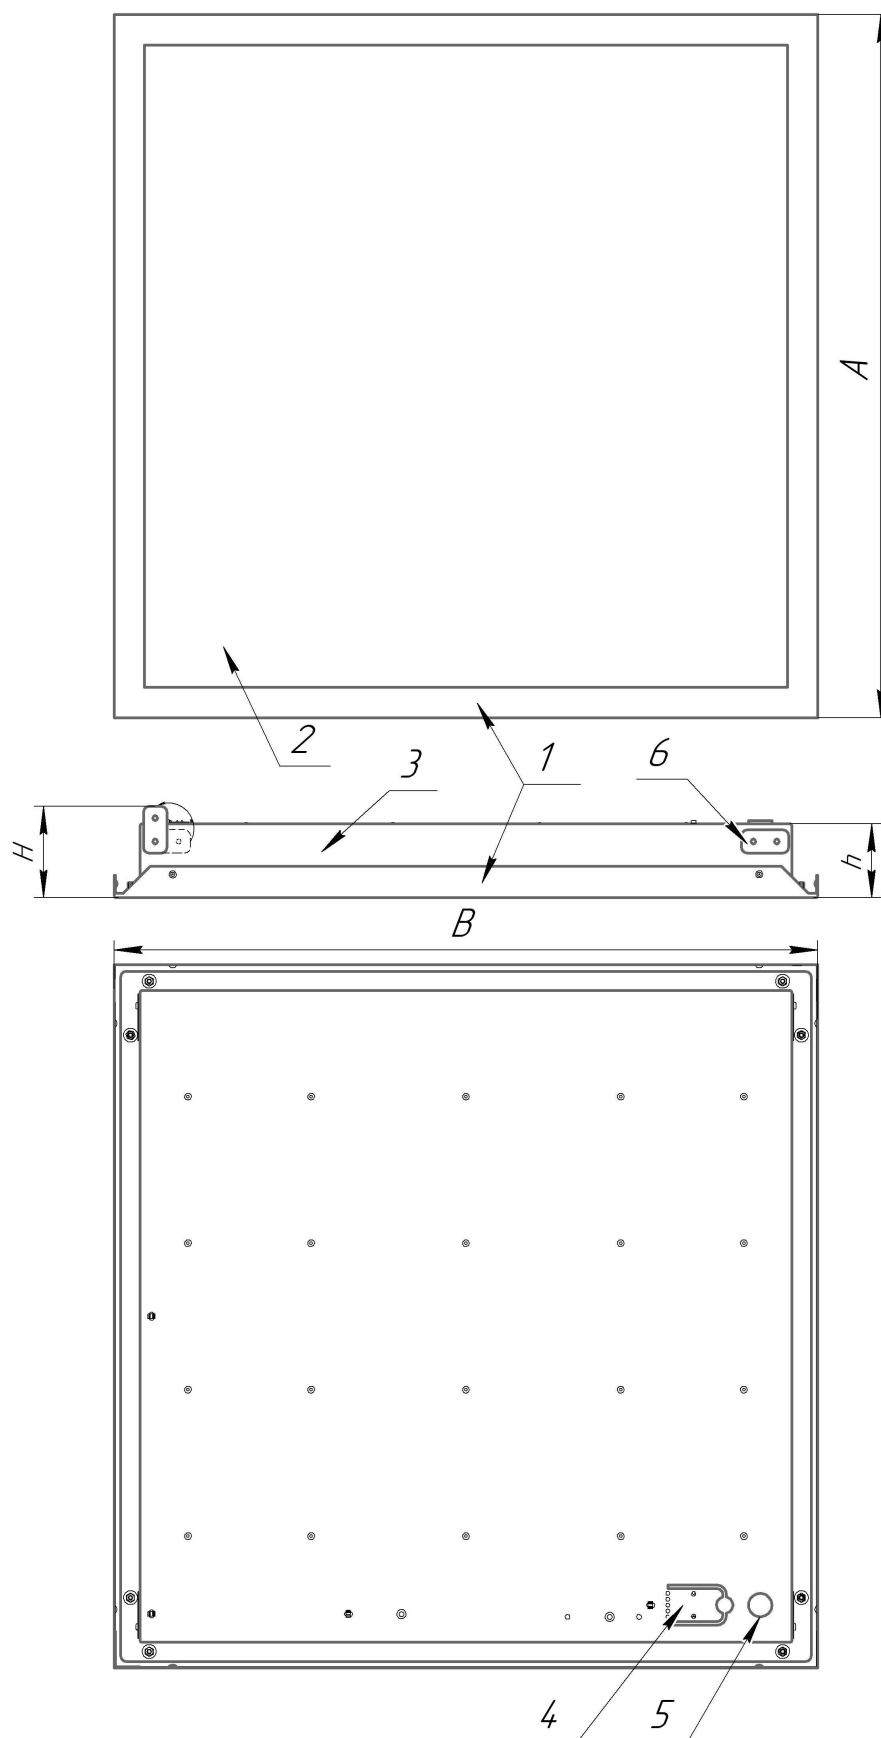

Рисунок 1 - Светильник ДВО12 CS
3.2 Светильник ДВО12 CS (рис. 1 приложения А) состоит из обечайки поз. 1, рассеивателя поз. 2, корпуса со встроенным светодиодным модулем и источником
5.5 Ослабьте винты поз. 7, поверните пластины подвеса поз. 6 в вертикальное положение и зафиксируйте их винтами (рис. 1).
5.9 Проденьте проволочные подвесы (в комплект не входят) через отверстия пластин подвеса (поз. 6 рис. 1) и закрепите их на несущей запотолочной поверхности.